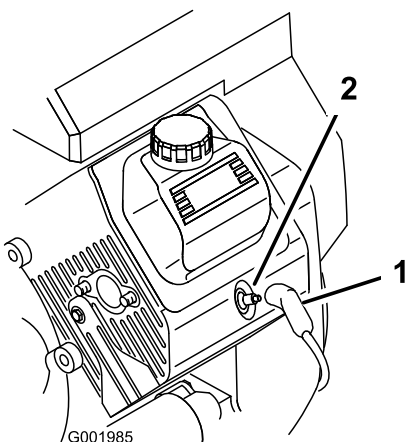

图39
3. 将电线拉离火花塞（图39）。
3. 将电线推到火花塞上（图39）。